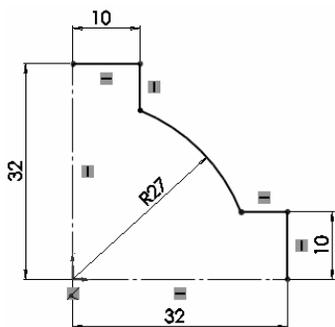
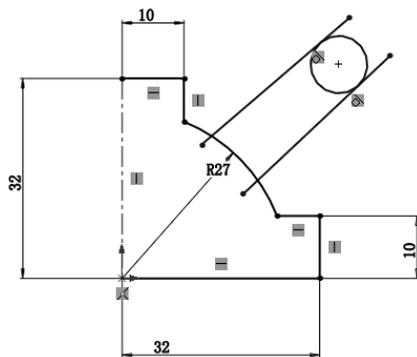

图 2-99 标注尺寸 1
图 2-100 绘制圆和直线段
(1) 新建文件。启动 SOLIDWORKS 2024，选择菜单栏中的“文件”→“新建”命令，或者单击“快速访问”工具栏中的“新建”按钮，在打开的“新建 SOLIDWORKS 文件”对话框中单击“零件”按钮，再单击“确定”按钮。
(2) 绘制截面草图。在设计树中选择前视基准面，单击“草图”选项卡中的“草图绘制”按钮，新建一张草图。单击“草图”选项卡中的“中心线”按钮和“圆心/起/终点画弧”按钮，绘制线段和圆弧。
(3) 标注尺寸。单击“草图”选项卡中的“智能尺寸”按钮，标注尺寸，如图 2-99 所示。
(4) 绘制圆和直线段。单击“草图”选项卡中的“圆”按钮和“直线”按钮，绘制一个圆和两条线段。
(5) 添加几何关系。按住 Ctrl 键选择其中一条线段和圆，几何关系添加为“相切”，使用相同方法使另一线段也与圆相切，如图 2-100 所示。